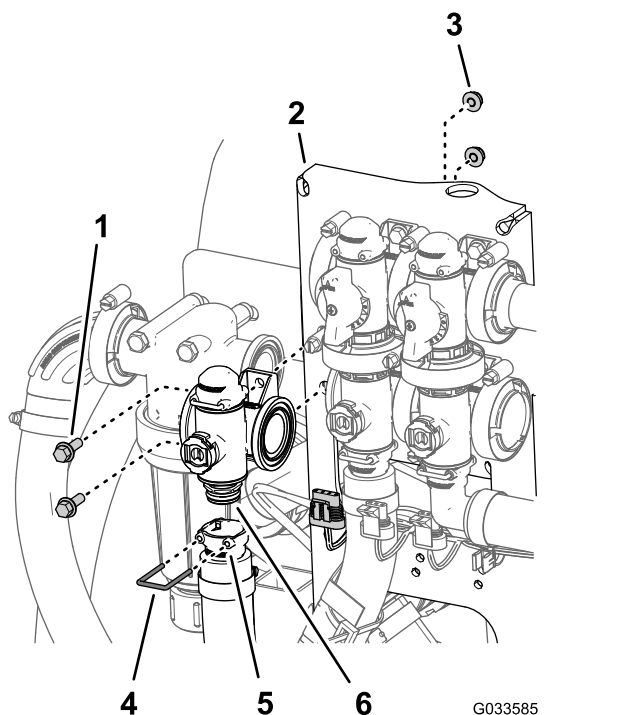

Bild 99
- Entfernen Sie den Halter, mit dem das Auslaufanschlussstück an der Verteilerkupplung für das Dosierungsregelventil befestigt ist (Bild 99).
- Entfernen Sie die zwei Sicherungsbundschrauben ($\frac{1}{4}'' \times \frac{3}{4}''$) und zwei Sicherungsbundmutter ($\frac{1}{4}''$), mit denen das Dosierungsregelventil an der Ventilbefestigung befestigt ist, und entfernen Sie den Ventilverteiler von der Maschine (Bild 99).